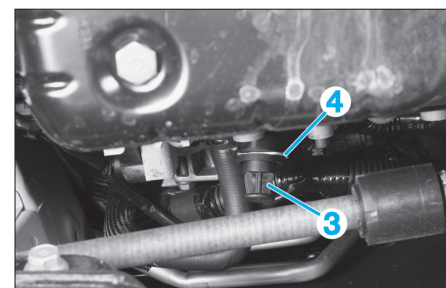

Fig. 20
- Vidanger le moteur en déposant le bouchon (3) en accédant par le dessous du moteur (Fig.20).